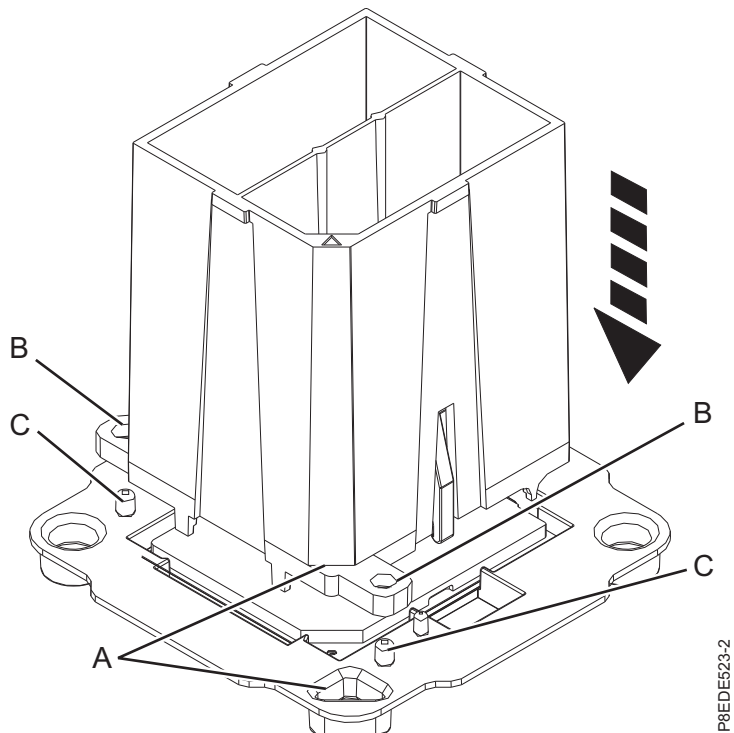
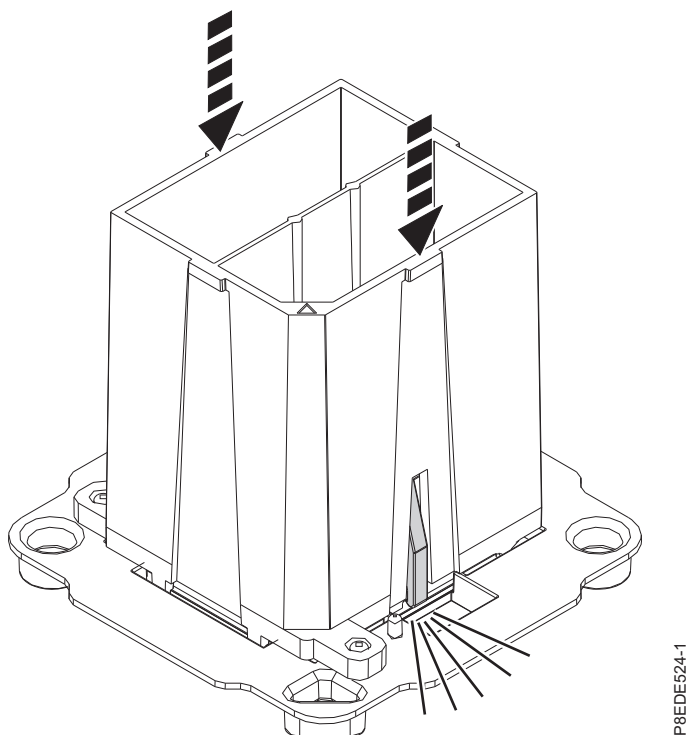

Abbildung 10. Vorbereiten der Installation des Systemprozessormoduls
Abbildung 11. Einrasten des Systemprozessormoduls im Werkzeug
- a. Nehmen Sie das Ersatzprozessormodul vom Versandträger. Richten Sie die abgeschrägte Ecke (**A**) des im Lieferumfang enthaltenen Werkzeugs an der abgeschrägten Ecke des Moduls aus, siehe Abb. 10 auf Seite 12.
- b. Senken Sie das Werkzeug auf das Systemprozessormodul hinab und stellen Sie dabei sicher, dass die beiden Führungsstifte (**C**) auf jeder Seite des Werkzeugs in die für die Ausrichtung vorgesehenen Löcher (**B**) eingeführt werden, siehe Abb. 10 auf Seite 12. Drücken Sie dann von oben auf das Werkzeug, um das Systemprozessormodul im Werkzeug einrasten zu lassen, siehe Abb. 11 auf Seite 12. Drücken Sie die blauen Lösehebel nicht. Tun Sie dies erst, wenn Sie dazu aufgefordert werden.